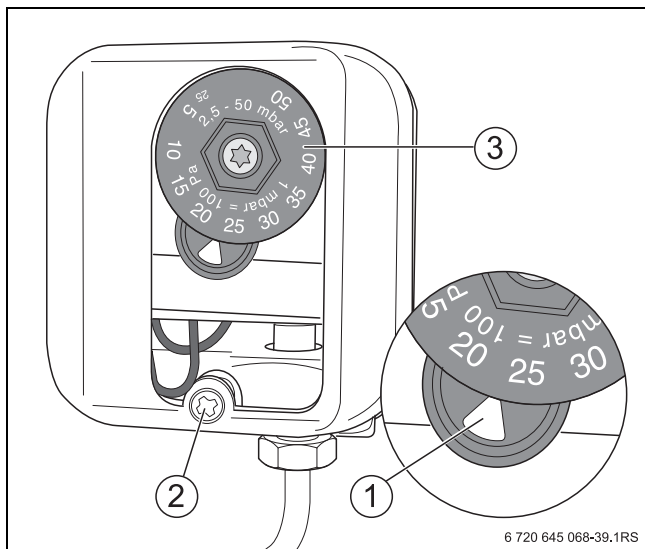

Рис. 64 Реле контроля давления газа
- ▶ Отверните винты крышки (→ рис. 64, [2]) и откройте крышку реле контроля давления газа.